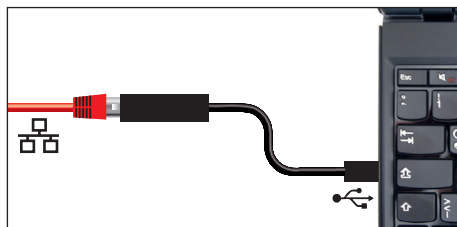

Bild 7 Konverter Ethernet–USB
- ▶ Konverter Ethernet–USB (Bild 7). Det är därmed möjligt att ansluta enhetens Ethernet-anslutning (se sidan 12) med USB-anslutningen på en PC/laptop.